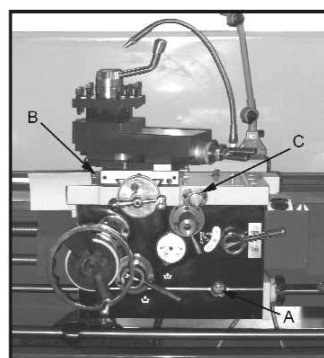

Fig. 5
3. Forklæde - Olien skal påfyldes til indikatoremærket i olieskueglasset (A, Fig. 5). Efterfyld med Mobil DTE® Oil Heavy Medium. Fjern olieproppen (B, Fig. 5) øverst til højre på forklædet for at påfylde olie. Olien drænes ved at fjerne drænproppen nederst på forklædet. Dræn alt olie, og påfyld igen efter de første tre måneders drift. Herefter skiftes olien i forklædet én gang om året. Træk ud i grebet (C, Fig. 5) på engangssmøringssystemet, og hold den ude i flere sekunder for, at olien løber ind i pumpen. Når grebet slippes, løber olien gennem flere oliekanaler, hvorved vangernes og tværslædens overflade smøres. Dette skal udføres to gange dagligt eller efter behov. Når olieniveauet falder til under indikatoremærket, skal der påfyldes olie.